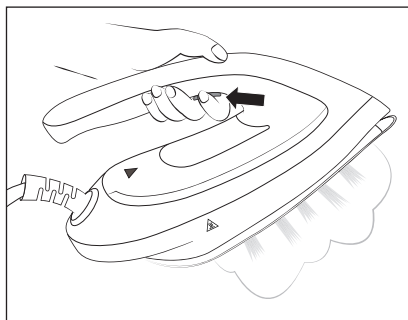

Fig. 5
- 1) Deixe o ferro de engomar a vapor ❶ aquecer, até o botão **MAX** ☞ ❷ ou **ECO** ☞ ❸ ficar continuamente aceso.
- 2) Retire o ferro de engomar a vapor ❶ da superfície de repouso ❷ e pressione o botão de jato de vapor ☞ ❸ enquanto engoma (ver fig. 5). Dos orifícios de saída de vapor na placa de base do ferro ❹ sairá vapor.